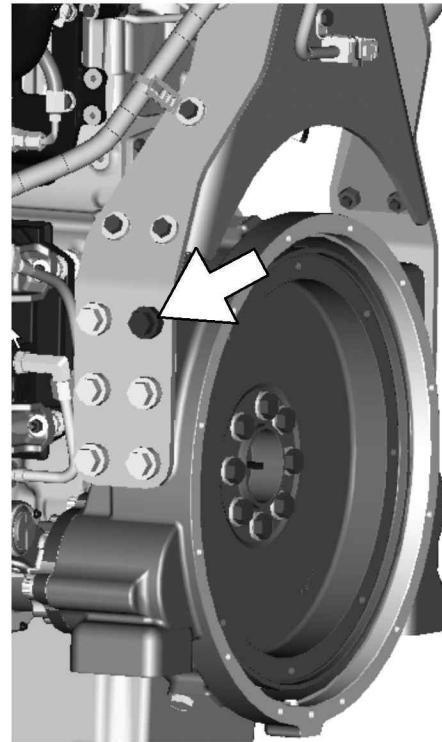
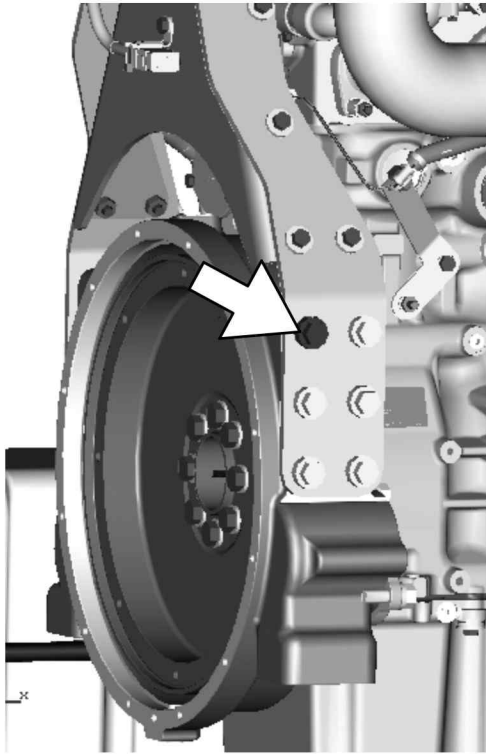
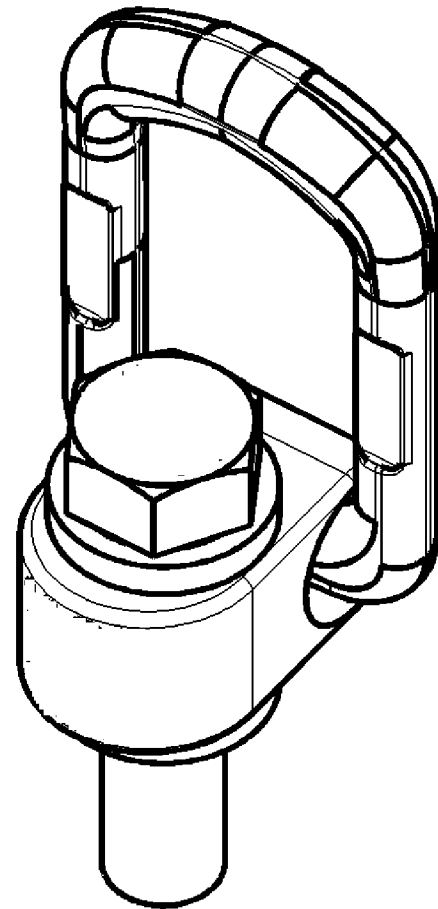

Abbildung 23
Abbildung 24
Abbildung 25
1. Die in Abbildung 23 und Abbildung 24 gezeigten Schrauben ausbauen.
2. Die Lastringe montieren; siehe Abbildung 25. Die Lastringe an den in Abbildung 23 und Abbildung 24 gezeigten Stellen montieren. Die Ringschrauben mit einem Anziehdrehmoment von 370 Nm (272 lb ft) festziehen.